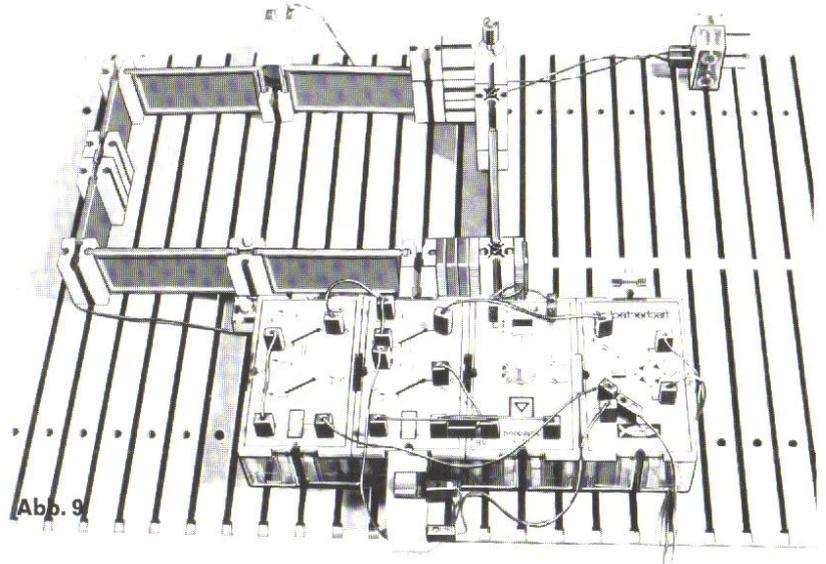

Abb. 9
2. Das Signal wird über das Relais ausgelöst. Dazu muß die durch den Fotowiderstand am Relais hervorgerufene Schaltänderung gespeichert werden, um dann diesen Schaltzustand zu signalisieren. Hierfür wurde eine Selbsthalterschaltung (Ein-Signal dominiert) für das Relais verwendet (Schaltbild und Verdrahtungsplan zu Abb. 9). Der Magnet wurde über Kontakt a_1-a_2 angeschlossen. Er hält das Tor geöffnet, solange das Relais nicht angezogen hat. Zieht das Relais an, so wird über a_1-a_3 der Relaissummer – das zweite Relais im Schalt- und Verdrahtungsplan – betätigt.
Schaltplan zu Abb. 9
Verdrahtungsplan zu Abb. 9